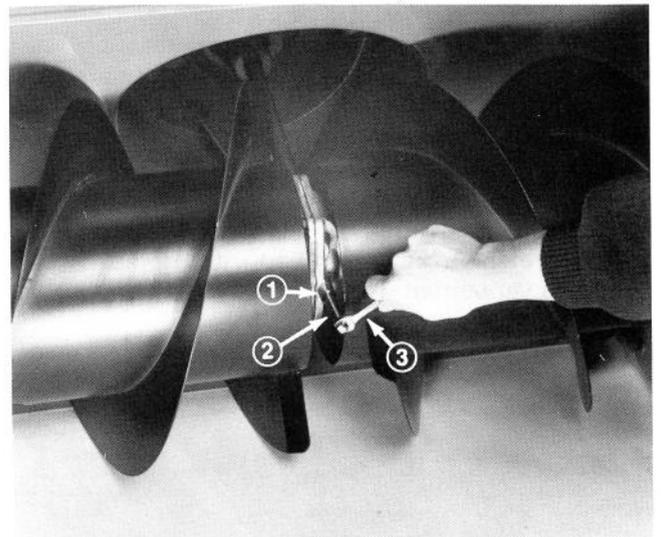

Abb. 21
2. Den Stopfen am Getriebe herausrauben, indem Sie das offene Ende eines 3/8 Zoll Zusatzes über den Stopfen ansetzen und den Gabelschlüssel auf das viereckige Ende des Zusatzes aufsetzen (Abb. 21).
5. Den Stopfen wieder hineinschrauben (Abb. 21).